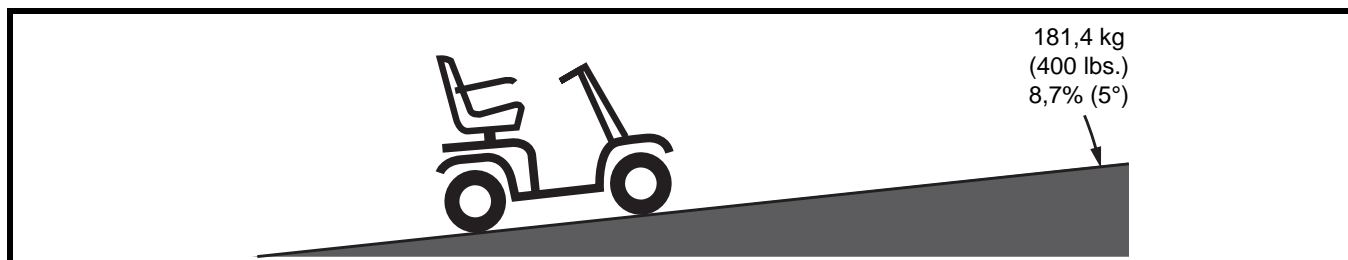

Figura 1. Pendenza massima consigliata
**AVVERTENZA! Anche se lo scooter è in grado di salire pendenze più ripide di quelle illustrate nella figura 1, non superare mai le direttive sulle pendenze, o altre specifiche tecniche presentate in questo manuale. Ciò potrebbe causare l'instabilità dello scooter e comportare lesioni alle persone e/o danni allo scooter.**
Le rampe di accesso pubblico per disabili non sono soggette a regolamentazioni governative in tutti i Paesi e pertanto non presentano necessariamente la stessa percentuale standard di pendenza. Altre pendenze possono essere naturali oppure, se fatte dall'uomo, non progettate specificatamente per gli scooter. La **figura 1** illustra la stabilità dello scooter e la capacità di salire pendenze in diverse condizioni di carico e con condizioni di collaudo controllate.
**AVVERTENZA! Qualsiasi tentativo di salire o scendere pendenze più ripide di quelle illustrate nella figura 1 può portare lo scooter in posizione instabile e ribaltarlo.**